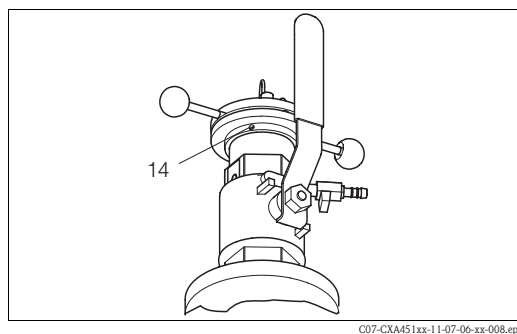

Fig. 16:
12. È possibile modificare la posizione della parte superiore dell'armatura, ad esempio se le maniglie sono in un'altra posizione (a causa della posizione di installazione). Allentare le viti di arresto (Fig. 16) e fare ruotare tutta la parte superiore dell'armatura attorno al suo asse per portarla nella posizione desiderata.